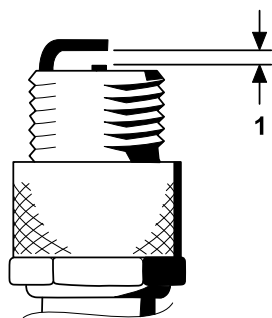

図 31
4. 図 31 のように、電極間のエアギャップを 0.76 mm に調整する。